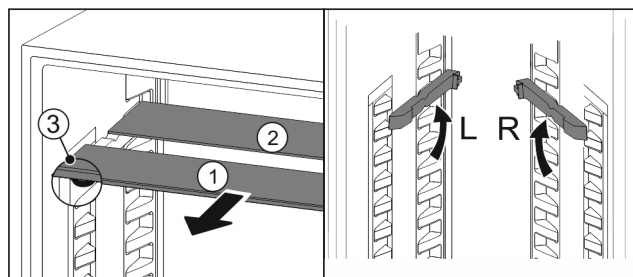

Fig. 121
- ▶ Wyciągnąć Fig. 121 (1) pojedynczo półki szklane do przodu.
- ▷ Płyta szklana Fig. 121 (1) z listwą ozdobną znajduje się z przodu.
- ▷ Stopery Fig. 121 (3) wskazują w dół.